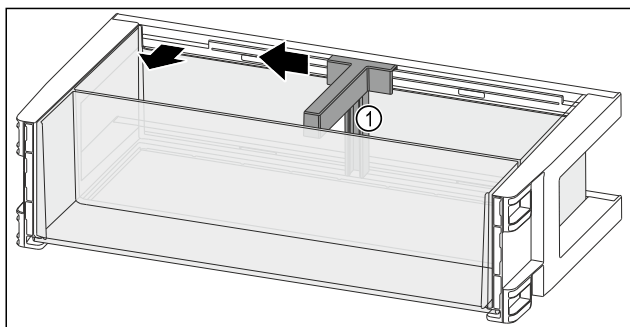

Fig. 167
- ▶ Držać za boce Fig. 167 (1) pogurnite do otvora na stranu.
- ▶ Izvadite držać za boce Fig. 167 (1).